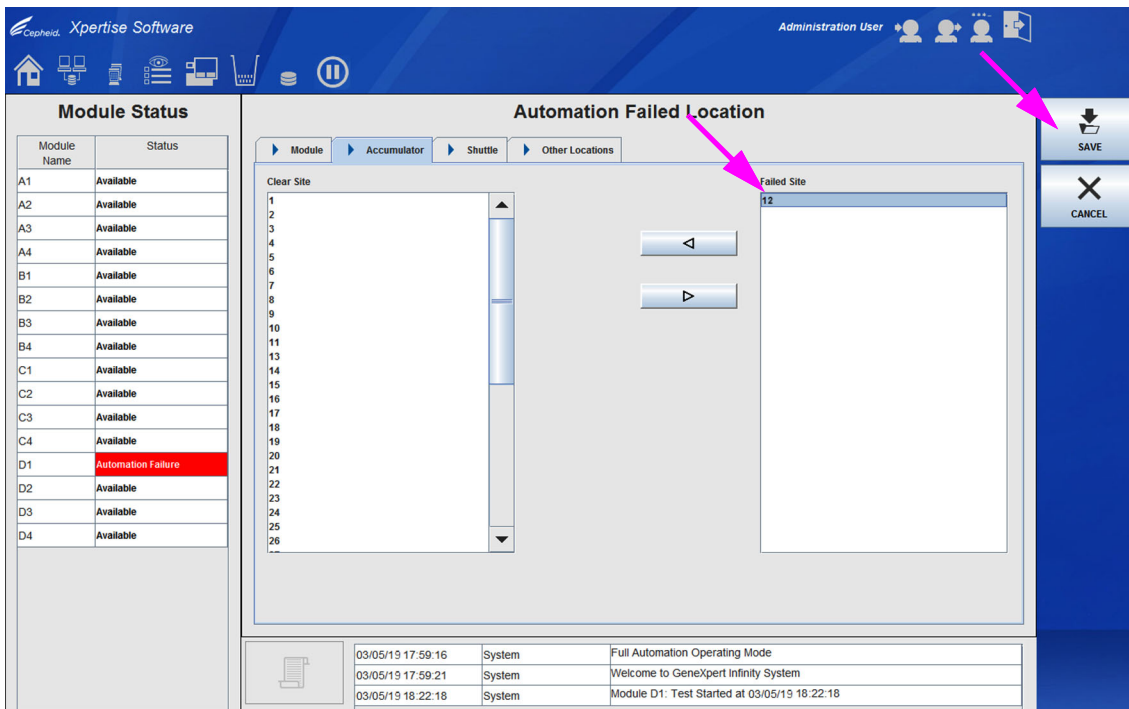

图 9-89. 自动化操作故障位置 (Automation Failed Location) 工作区
3. 在自动化操作故障位置 (Automation Failed Location) 工作区中，从**故障位置 (Failed Site)** 面板上选择故障位置，然后选择左箭头 < 按钮将其移至**正常位置 (Clear Site)** 面板。请参见图 9-89。